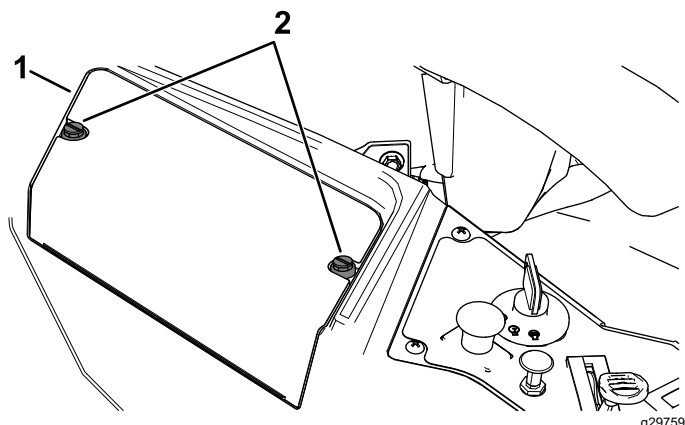

Figura 54
3. Slăbiți cele 2 elemente de fixare de pe capacul bateriei printr-un sfert de tură în sens invers acelor de ceasornic și îndepărtați capacul bateriei (Figura 54).
6. Montai capacul bateriei prin apăsarea i strângerea celor 2 elemente de fixare în sensul acelor de ceasornic (Figura 54).